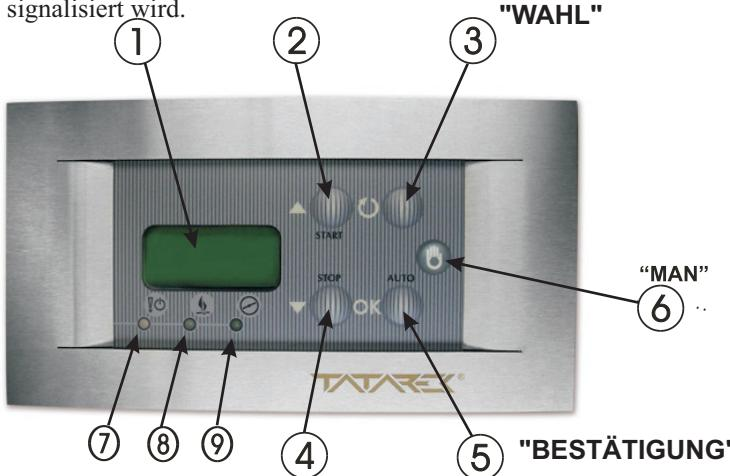

Abb. 2: Ansicht der Schalttafel
Auf der Schalttafel (Abb.2) befinden sich Steuerelemente des Reglers. Im Ruhestand leuchtet nur die grüne Kontrolldiode (7). Die Einschaltung des Reglers erfolgt nach der Öffnung der Feuerstellentür. Die Schliessung der Tür startet den Verbrennungszyklus, was mit der grünen Diode (8) signalisiert wird.